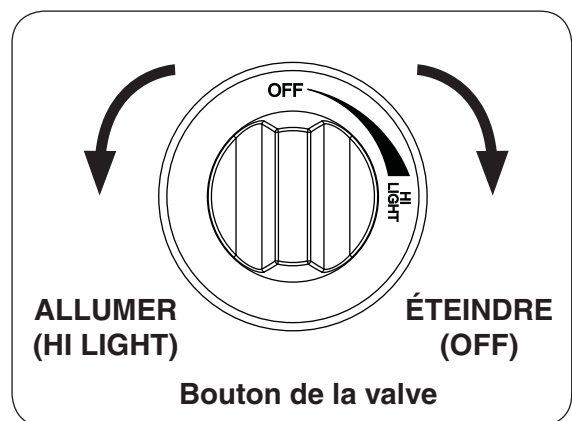

Fig. 22-2
4. **Tout en maintenant le bouton d'allumage dans, vérifiez que l'étincelle de l'électrode est terre à tube éclair**, puis appuyez sur le bouton de contrôle du gaz et tourner **progressivement** dans le sens antihoraire à la position de **HI LIGHT (allumer)** (voir Fig. 22-2). Votre brûleur devrait s'allumer.
Pour éteindre le brûleur à gaz, appuyer sur le bouton de contrôle du gaz et tourner dans le sens horaire à la position **OFF (éteindre)** (voir Fig. 22-2). Assurez-vous que le bouton de commande est tourné complètement hors tension pour éviter toute fuite de gaz.